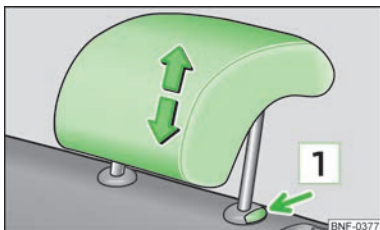

Fig. 37
- ▶ Prindeți tetiera din lateral, cu ambele mâini, și deplasați-o în sus, după dorință » fig. 37.
- ▶ Apăsați tasta de siguranță [1] » fig. 37 cu o mână și mențineți-o apăsată, iar cu cealaltă mână extrageți tetiera.